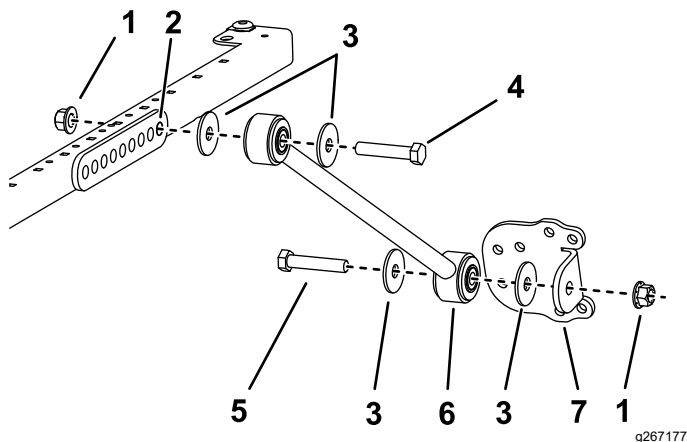

Рисунок 30
- На моделях 03820, 03821, 30604, 30605, 30608 и 30609 с каждой стороны рамы солнцезащитного навеса прикрепите, не затягивая, подпорку к **заднему** отверстию кронштейна подпорки с помощью болта ($\frac{1}{2} \times 2\frac{1}{2}$ дюйма), шайбы ($\frac{1}{2}$ дюйма) и фланцевой гайки ($\frac{1}{2}$ дюйма), как показано на Рисунок 30.
- Прикрепите, не затягивая, кронштейн подпорки к каждой подпорке с помощью болта ($\frac{1}{2} \times 2\frac{1}{2}$ дюйма), шайбы ($\frac{1}{2}$ дюйма) и фланцевой гайки ($\frac{1}{2}$ дюйма), как показано на Рисунок 30.